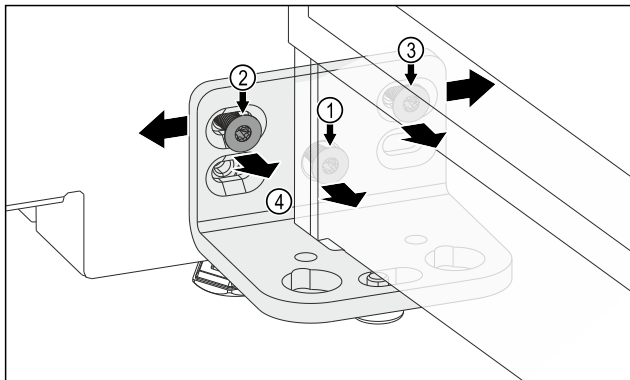

Fig. 12
- ▶ Wyciągnąć śrubę Fig. 12 (1).
- ▶ Poluzować śrubę Fig. 12 (2) i śrubę Fig. 12 (3). Dla śruby Fig. 12 (3) potrzebny jest krótki klucz trzpieniowy.
- ▶ Przesunąć drzwi z kątownikiem zawiasu Fig. 12 (4) w lewo.
- ▶ Przesunąć drzwi z kątownikiem zawiasu Fig. 12 (4) w prawo.
- ▶ Pozycja krańcowa drzwi jest osiągnięta: Dokręcić śrubę Fig. 12 (2) i śrubę Fig. 12 (3).
- ▶ Śruba Fig. 12 (1) nie jest już potrzebna.